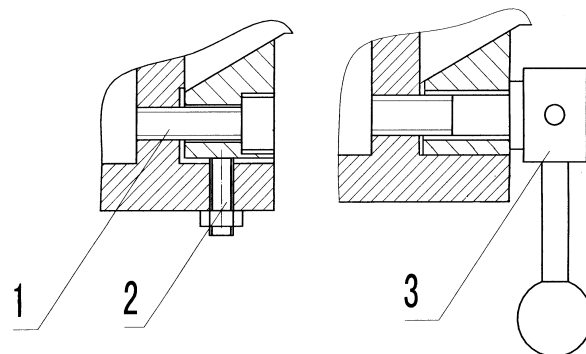

Рис.8
9.1.4 Регулировка люфта между ходовым винтом и гайкой продольного и поперечного перемещения. (Рис. 8)